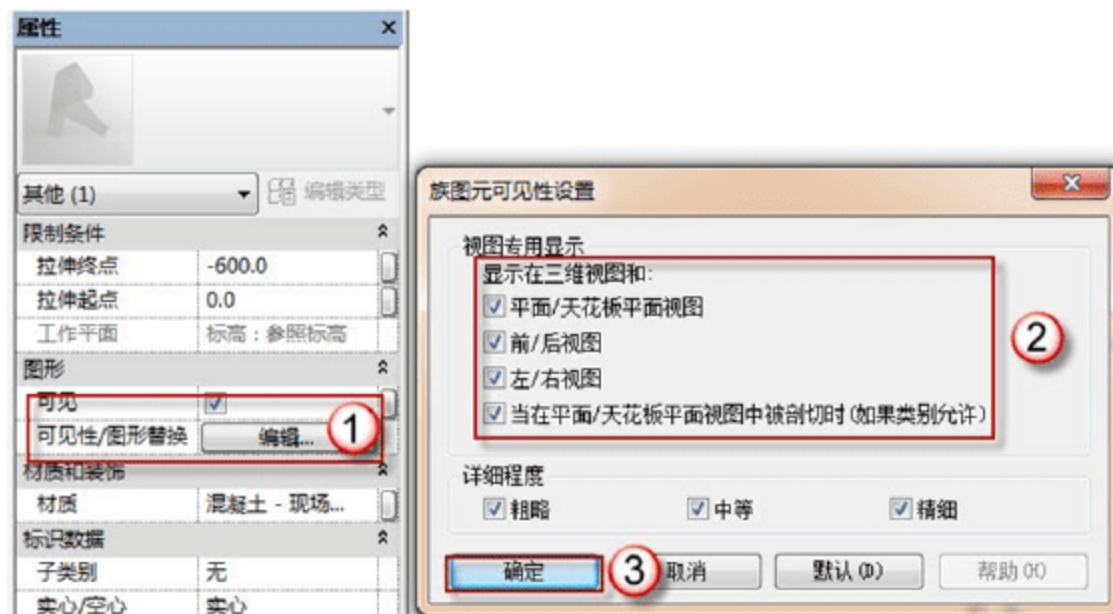

图 2.1.61 承台可见性
(9) 编辑可见性。在“项目浏览器”面板中选择“楼层平面”→“参照标高”选项，选择“承台”，在“属性”面板中单击“可见性/图形替换”后的“编辑”按钮，在弹出的“族图元可见性设置”对话框中，选中全部的复选框，并单击“确定”按钮，如图 2.1.61 所示。同样选择“垫层”，在“属性”面板中单击“可见性/图形替换”后的“编辑”按钮，